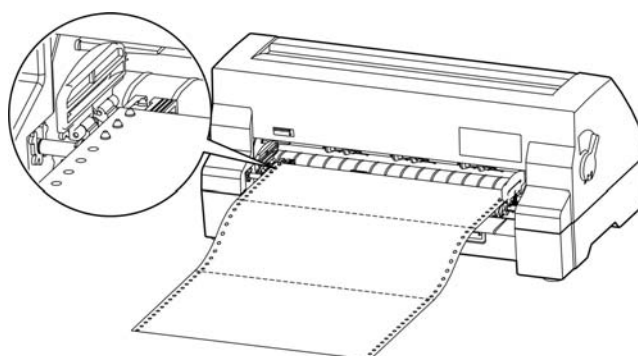

图 3-12 将连续纸安装在拖纸器链轮上
7. 打开左右链轮，把连续纸最前面的 3 个孔穿入左右拖纸齿形带，合上链齿盖（如图 3-12 所示）。